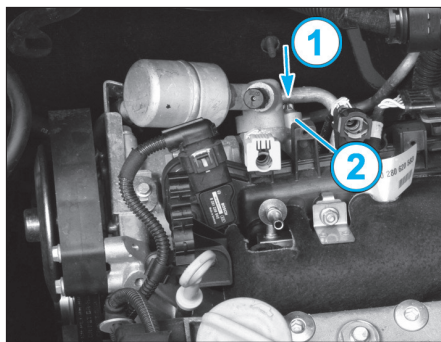

Fig. 2
- Au niveau du compresseur (Fig.2) :
- déposer la vis (1),
- débrancher le raccord (2) du tuyau de climatisation.